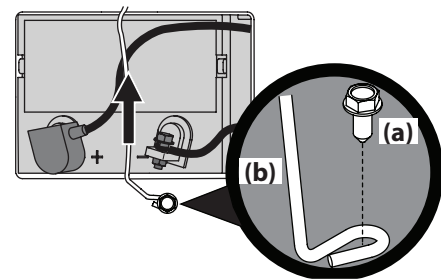

Figura 4-7
- 1. Extraiga el tornillo de la arandela hexagonal (a) que sujeta el soporte de sujeción de la batería (b) al marco. Luego levante el soporte de sujeción de la batería (b) para liberar la batería. Consulte Figura 4-7.